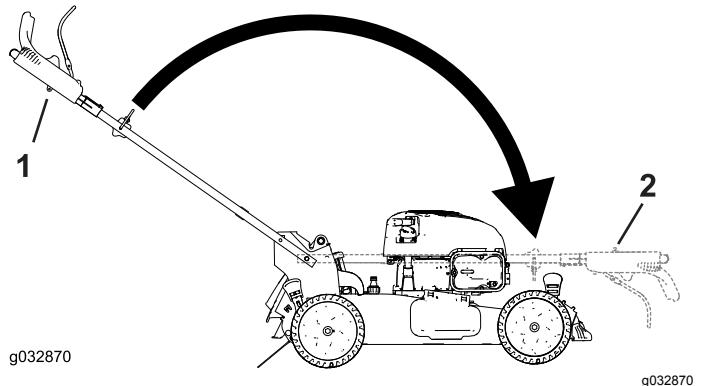

Figure 24
1. Bouton du guidon (2) 2. Boulon de carrosserie (2)
3. Repliez le guidon en le faisant pivoter en avant (Figure 24).